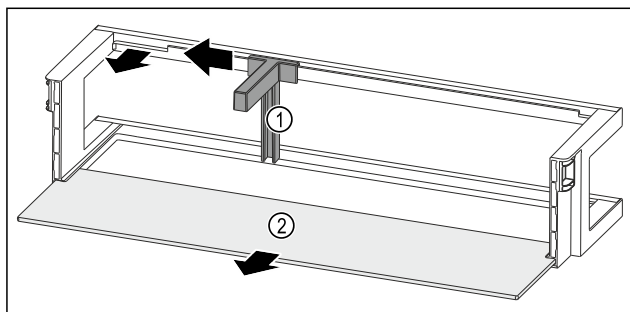

Fig. 101 Balconcino controporta con portabottiglie e ripiano
- Spingere il portabottiglie Fig. 101 (1) lateralmente fino all'incavo.
- Rimuovere il portabottiglie Fig. 101 (1).
- Rimuovere il ripiano Fig. 101 (2).